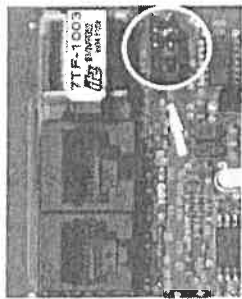

Figura 2
- Rimuovere i ponticelli presenti nel connettore predisposto per la scheda opzionale di linea urbana (vedi Figura 2).